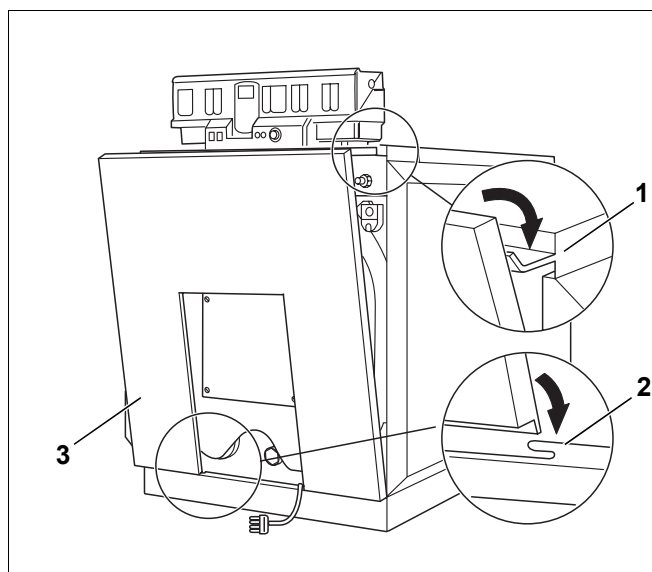

Bild 41 Montage – Vorderwand
- Die Vorderwand (Bild 41, **Pos. 3**) unten in der Mitte in die Sockelblende einhängen (Bild 41, **Pos. 2**).
- Die Vorderwand oben in die Abkantung der vorderen Haube einhängen (Bild 41, **Pos. 1**).